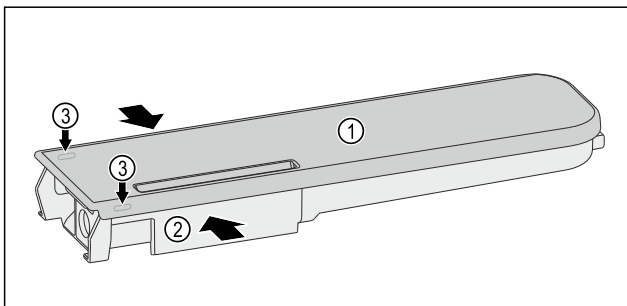

Fig. 119
- ▶ Сожмите бак для воды Fig. 119 (2) и осторожно возьмите крышку Fig. 119 (1) за фиксирующие выступы Fig. 119 (3) и потяните ее вверх.
- ▶ Слегка подвигайте крышку Fig. 119 (1) вперед и назад и снимите, приподняв вверх.